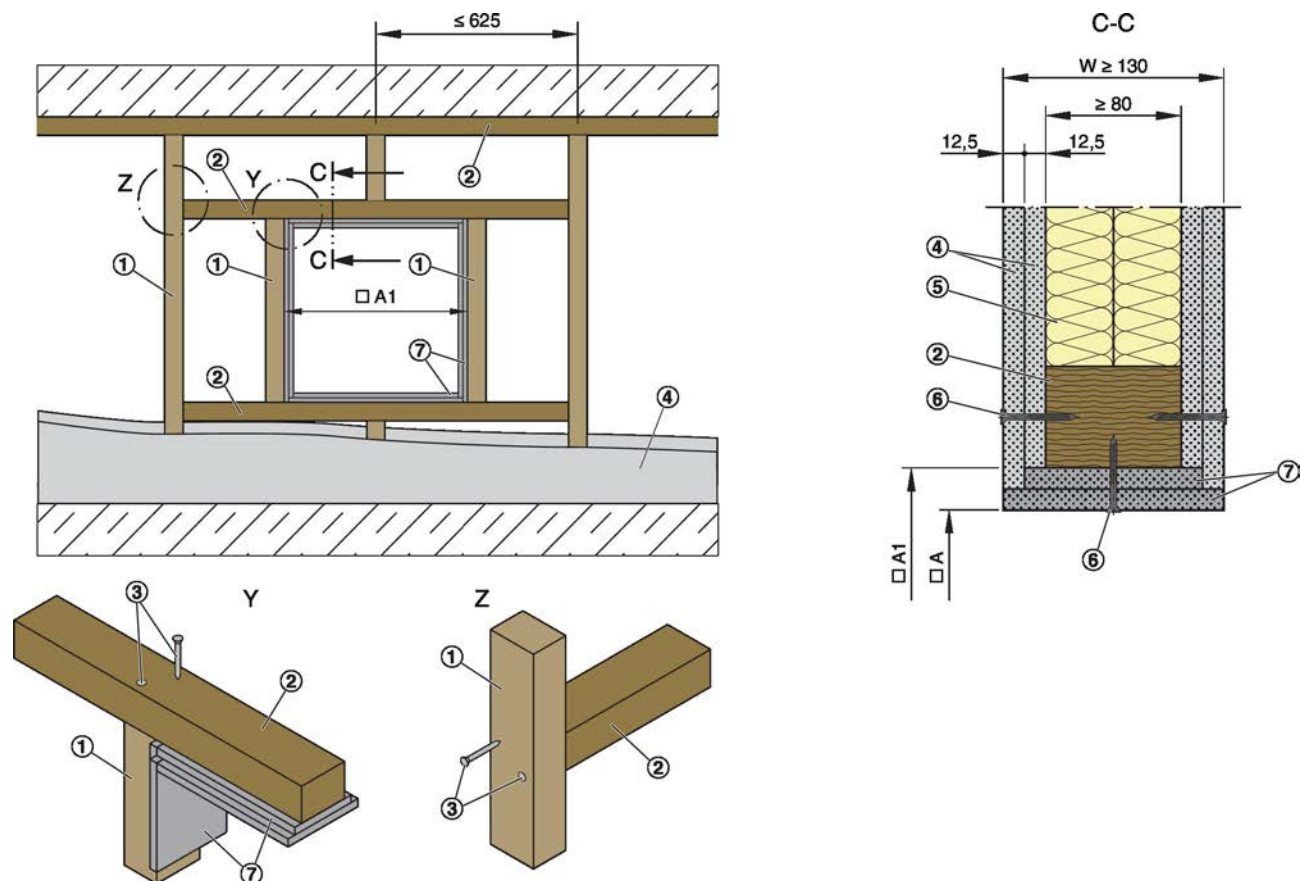
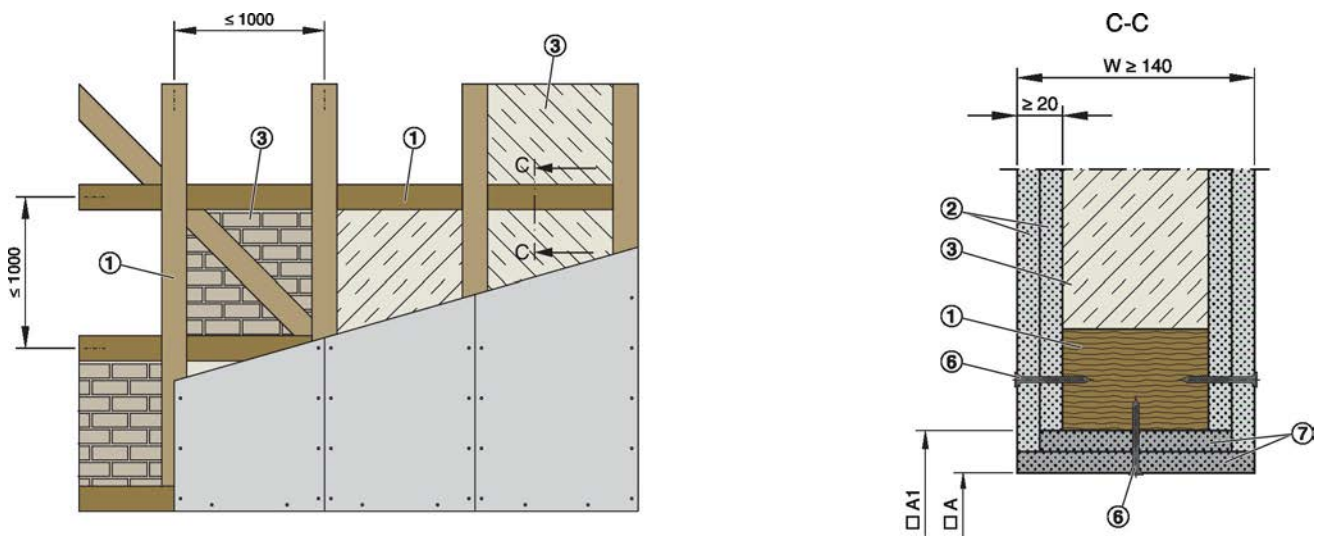

Fig. 28: Pared ligera de sectorización con entramado de madera y aislamiento en un lado
Fig. 29: Pared ligera de sectorización con entramado parcial de madera y aislamiento a ambos lados
- Crear la abertura para instalación con entramado de madera ①, tramos horizontales ② y marcos de instalación ⑦; o crear una abertura para instalación con entramado parcial de madera ① con marcos de instalación ⑦, más información Fig. 28 o Fig. 29.